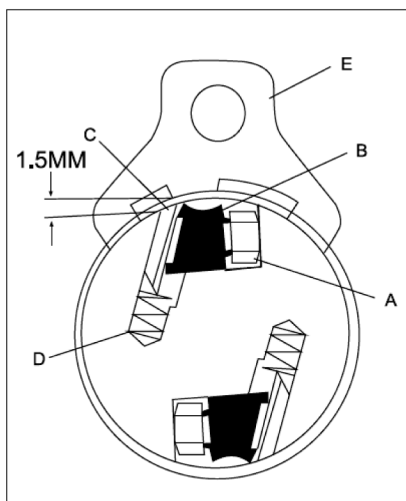

Рис. 19
8. Установите прижимную пластину ножа (B) (Рис. 19) в режущую головку
2. Ослабьте крепление ножа, отвернув семь винтов (А) (Рис. 19).